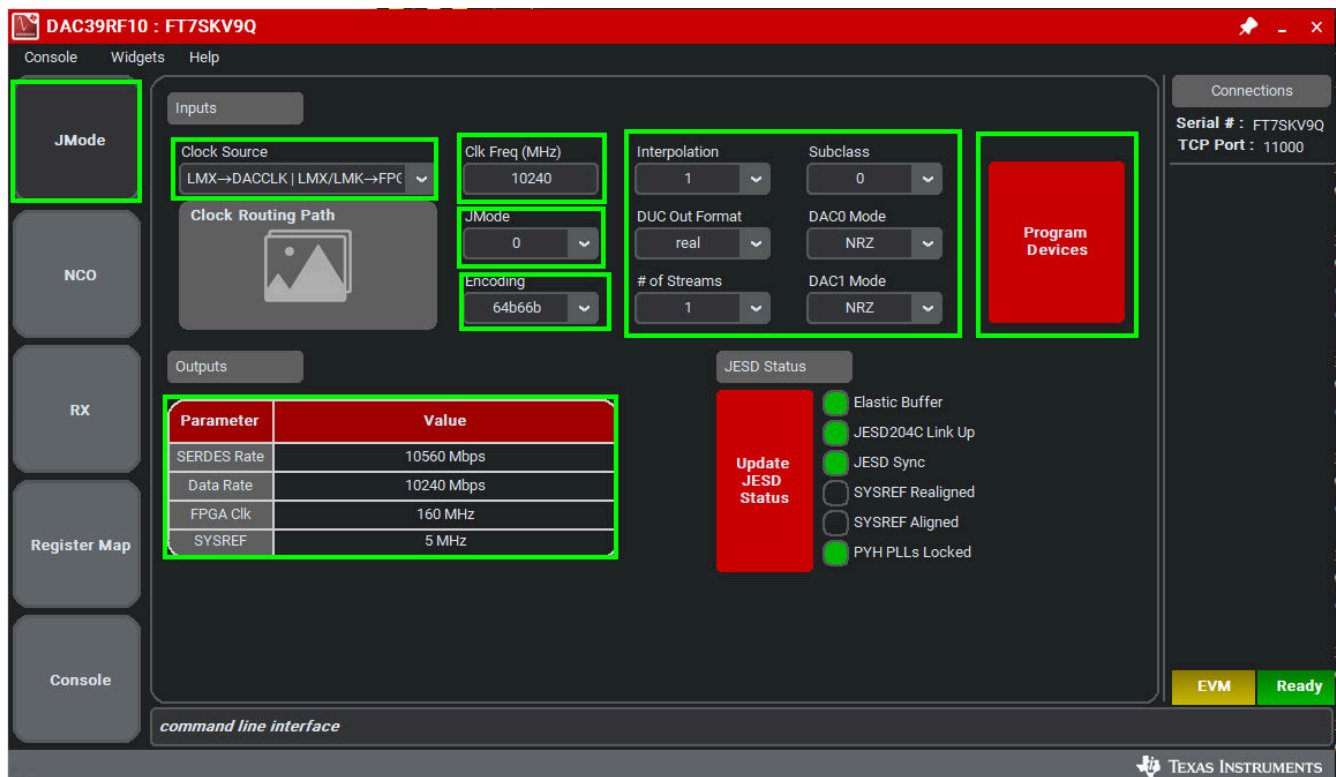
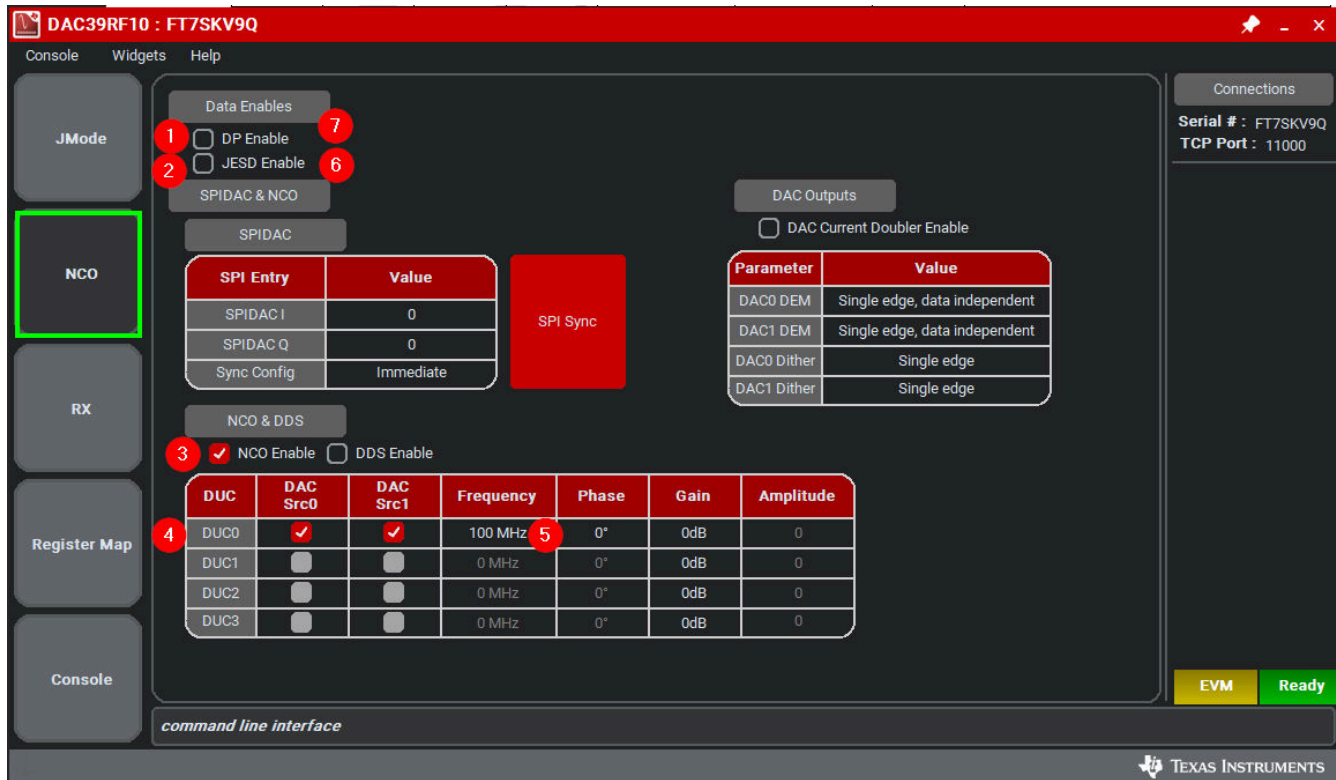

图 2-3. DAC39RF10EVM GUI 的配置
图 2-5. NCO 选项卡控件
- a. FPGA REF 时钟频率可从 DAC39RF10EVM GUI 获取。将 DAC39RF10EVM GUI 配置为所需的 JMODE 模式和时钟速率后, EVM 所需的参考时钟频率会显示在 GUI 的第一页上, 如 图 2-3 中所示。
分别打开到 **JMODE** 选项卡和 **NCO** 选项卡的 GUI，如 图 2-3 和 图 2-5 所示。面板左侧的各个选项卡将配置整理为器件和 EVM 特性，其中用户友好型控件和一个低级选项卡可用于直接配置寄存器。EVM 具有三个可配置器件，即 DAC39RF10、LMX1204 和 LMK04828。每个器件的寄存器映射都在器件数据手册中提供；请参阅 节 5.1。
- 输入数据速率 **10.24G** 或所需的输入数据速率。数据速率值可以从 DAC39RF10EVM GUI 引用，并显示在输出参数上，如 图 2-3 所示。